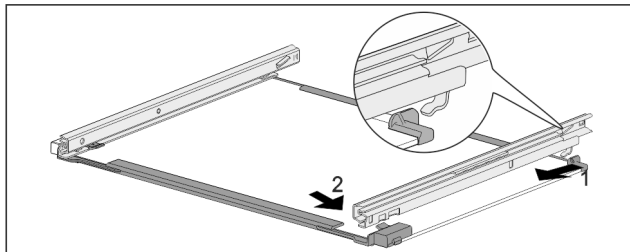

Fig. 82 Skleněná deska s kolejničkami
- ▶ Zahákněte kolejničku vzadu. Fig. 82 (1)
- ▶ Zaklapněte kolejničku vpředu. Fig. 82 (2)